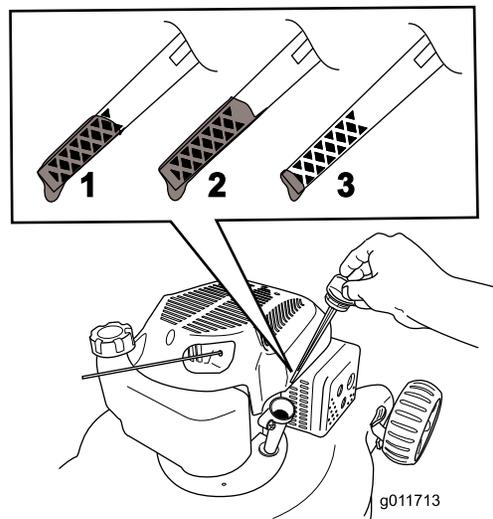

Figura 4
2. Retire a vareta do óleo (Figura 4).
3. **Lentamente** deite óleo no orifício de enchimento do óleo, aguarde uns minutos e verifique o nível do óleo na vareta ao limpar a vareta e, depois, introduza **mas sem a apertar**, a tampa no orifício de enchimento do óleo (Figura 4).
Nota: Encha o cárter do motor com óleo até a vareta indicar que o nível de óleo do motor está correcto, como indicado em Figura 4. Se encher demasiado o motor com óleo, retire o óleo em excesso, tal como indicado em Mudar o óleo do Motor.